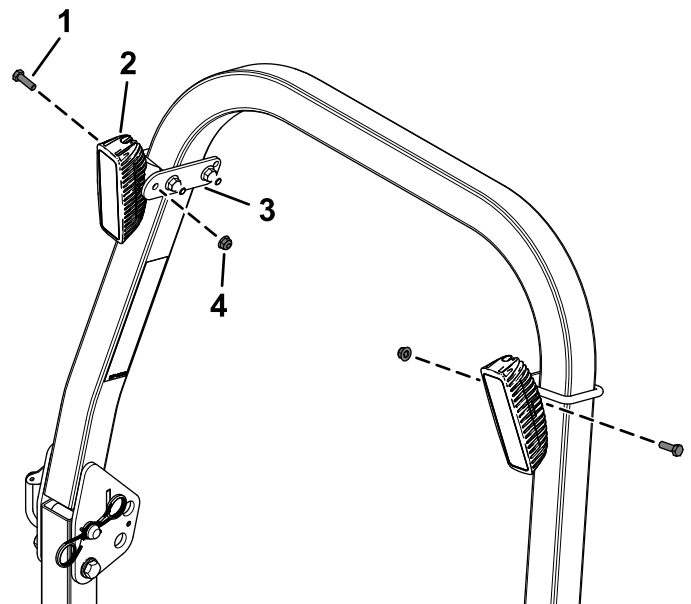

Figura 8
3. Fissate le 2 luci LED sulle 2 piastre di montaggio delle luci con le 2 viti a testa esagonale ($\frac{5}{16}$ " x 1") e 2 dadi di bloccaggio ($\frac{5}{16}$ " come illustrato nella Figura 8.